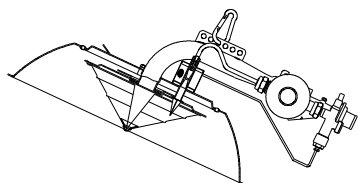

Fig. 13
- Situar el aparato en la posición indicada en la Fig.13.
- Position the appliance as indicated in Fig. 13.
- Placez l'appareil sur la position indiquée à la Fig.13.